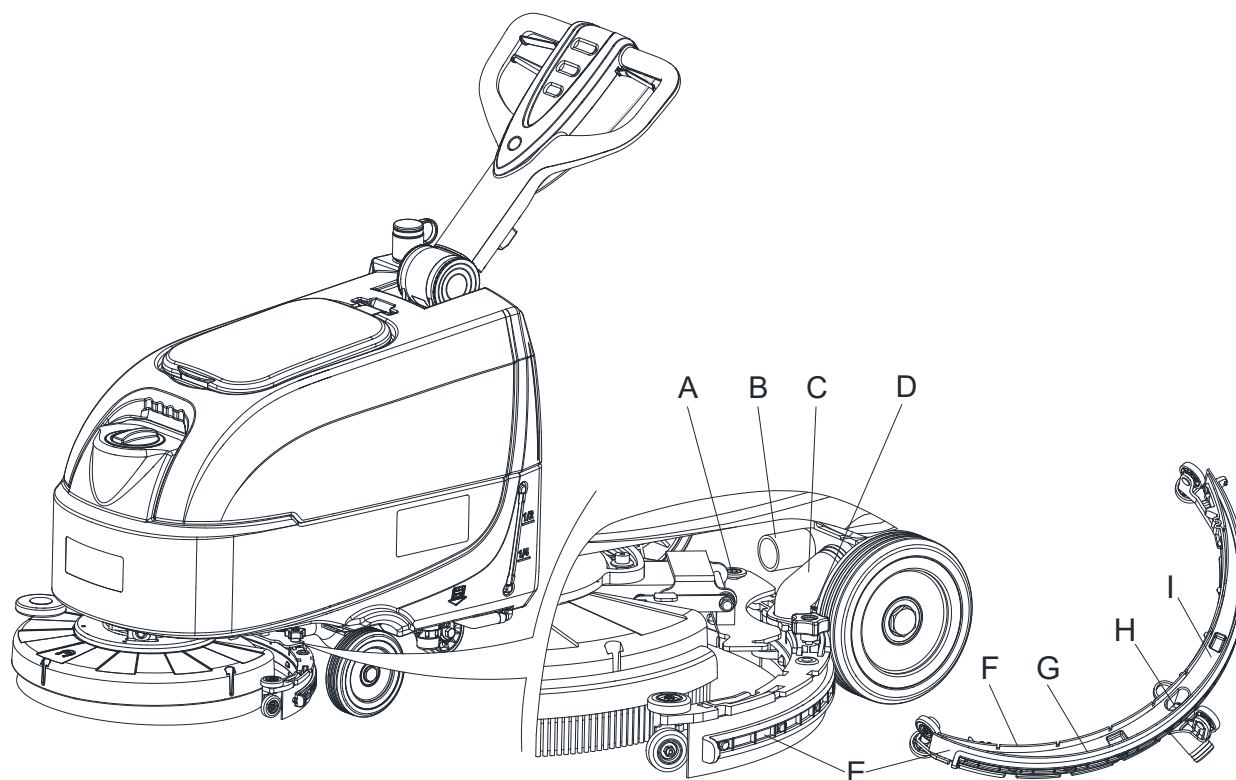
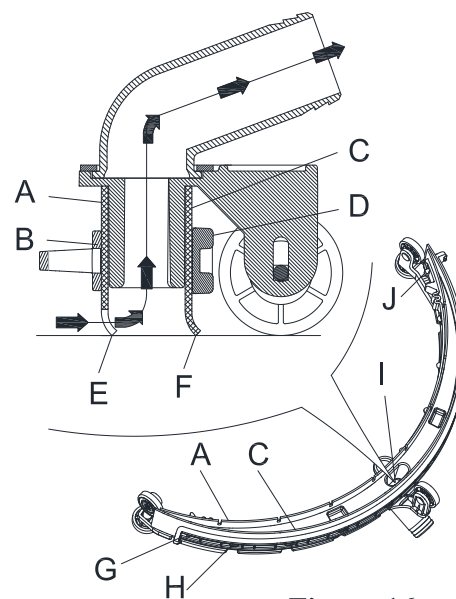

Figure 15
Figure 16
4. Déconnecter le tuyau d'aspiration (B, Figure 15) de la raclette (C).
5. Desserrez les boutons (D) et retirez la raclette (E).
6. Nettoyez la raclette en acier ou en plastique (E, Figure 15). Nettoyez en particulier les compartiments (I) et l'orifice (H). Vérifiez l'intégrité, la coupe et les déchirures des lames avant (F) et arrière (G) ; si nécessaire, remplacez-les (voir la procédure au paragraphe suivant).
2. Contrôler que la lamelle en caoutchouc avant (A, Figure 16) et la lamelle en caoutchouc arrière (C) sont intactes et qu'elles ne présentent pas de coupures ou déchirures ; en cas contraire, les remplacer en procédant comme suit. Contrôler que l'arête avant (F) de la lamelle en caoutchouc arrière n'est pas usée ; en cas contraire, tourner la lamelle en caoutchouc, en remplaçant l'arête usée avec l'une des trois arêtes intactes. Si toutes les arêtes sont usées, remplacer la lamelle en caoutchouc en procédant comme suit :
- À l'aide de la lamelle (G), libérer et retirer la bande élastique (D) des dispositifs de retenue (H), puis remplacer/renverser la lamelle en caoutchouc arrière (C).
- Monter la lamelle en caoutchouc arrière dans l'ordre inverse par rapport au démontage. Fixer la bande élastique (D) aux dispositifs de retenue (H) à partir d'un côté. Fixer les dispositifs de retenue un à un, en bloquant la bande avant le dispositif de retenue d'une main et en la tirant avec l'autre main pour faciliter la fixation.
- Dégager la barre de fixation (B) des dispositifs de retenue (J).
- Remplacer (ou renverser) la lamelle en caoutchouc avant (A), puis remonter la barre de fixation (B).
3. Installez la raclette (E, Figure 15) et revissez les boutons (D, Figure 15).
4. Branchez le tuyau d'aspiration (B, Figure 15) à la raclette (C, Figure 15)